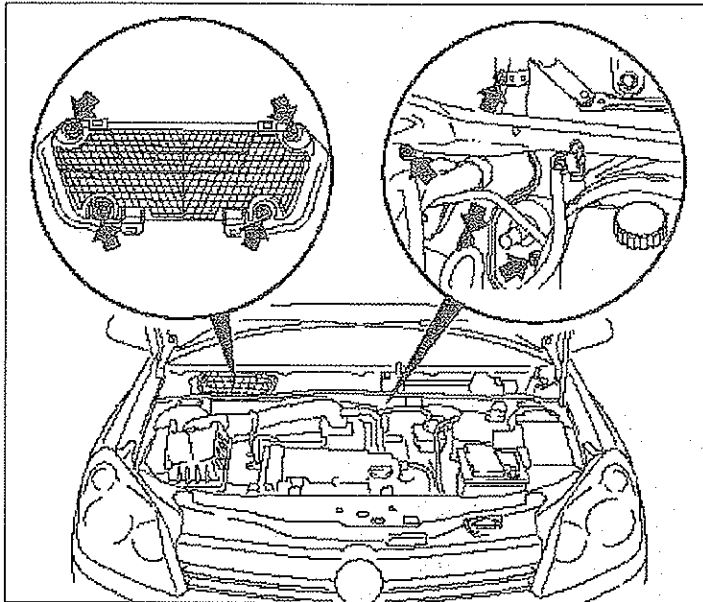

FIG. 20
- En los vehículos equipados con aislamiento de cárter de calefacción, aflojar los 8 tornillos de la caja de bloque de calefacción (fig. 20).